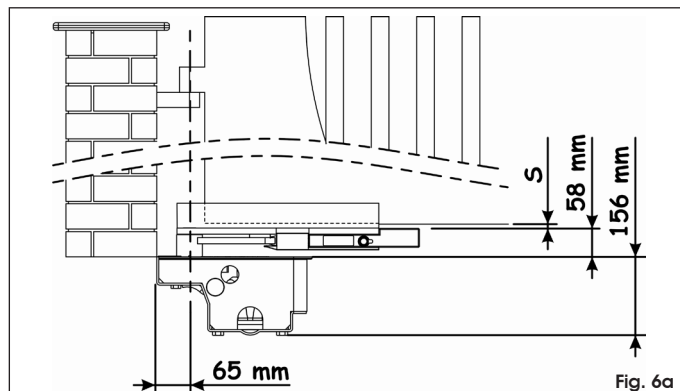

Fig. 6a
- distance minimale entre le bord inférieur du portail et le sol comme indiqué fig. 6a (où "s" est l'épaisseur du sabot de guidage);
2. Poser le caisson portant ouvert au fond de la tranchée comme indiqué fig. 6a - 6b et 6c. Le centre de l'axe présent sur le caisson portant doit être parfaitement aligné avec l'axe de rotation du vantail (Fig. 6a - 6b - 6c).